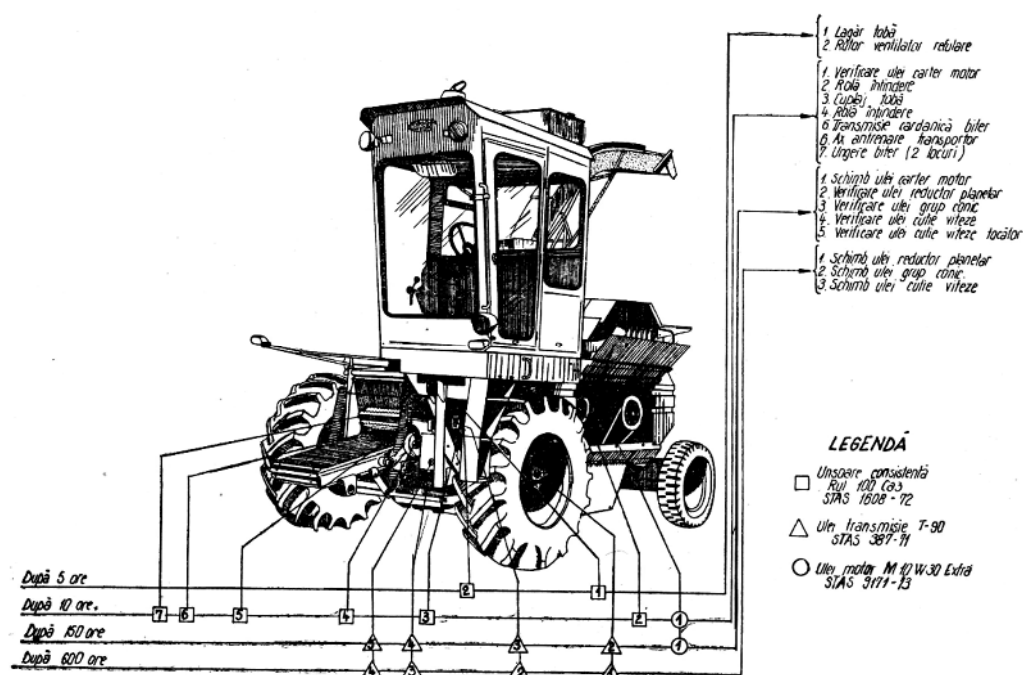

Fig. 1.1 – Schema de ungere la combina de recoltat plante furajere CAF-3,6
- se curăță gresoarele și se unge combina (fig. 1.1) și echipamentul;